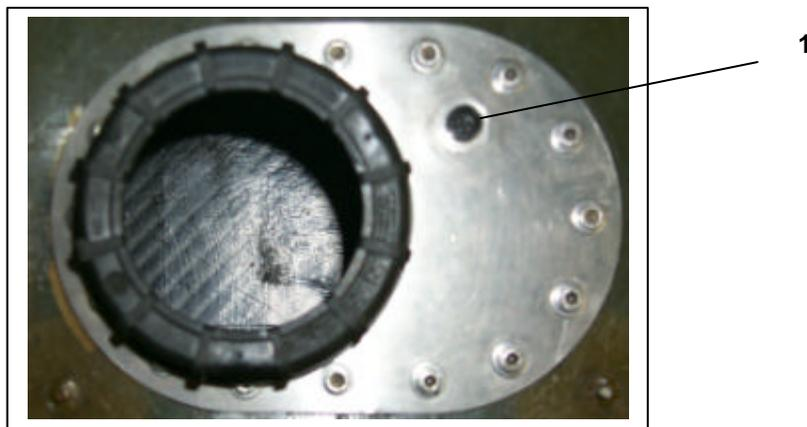

Fig. 4
- ⊕ *Visser le faisceau interne sur la platine en 1 fig.4. Coller à la Loctite 242 et serrer modérément à la clef.*